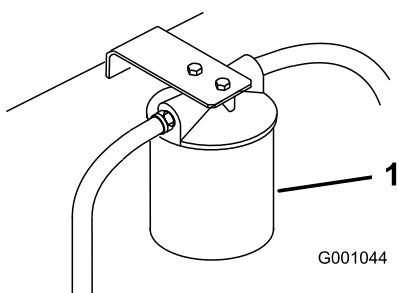

Figure 76
3. Placez un bac de vidange sous le filtre, déposez le filtre usagé et essuyez la surface du joint de l'adaptateur (Figure 76).